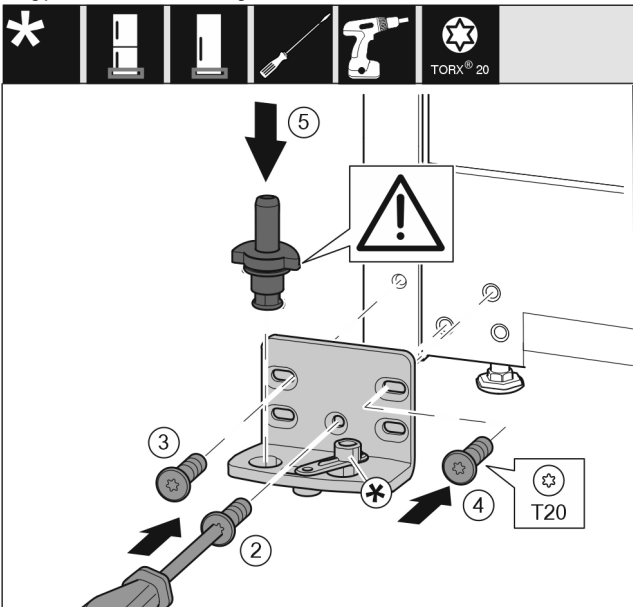

Fig. 17
- ▶ Helyezze fel a csapágybakot a másik oldalra, és húzza meg T20 csavarhúzóval. Alul középen a 2 számmal jelölt csavarral kezdjen. Fig. 17 (2)
- ▶ Húzza meg a 3 és 4 számmal jelölt csavart. Fig. 17 (3,4)